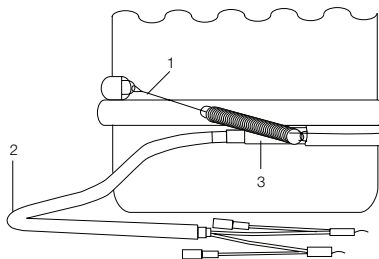

Рис. 1
2. Демонтируйте термоизоляцию корпуса компрессора. Смонтируйте нагреватель в соответствии с рис. 1. Петля (1) выполняется на проволоочной тяге в месте, обеспечивающем натяжение пружины, достаточное для плотного облегания компрессора нагревателем. Саморегулирующийся нагреватель должен плотно облегать компрессор.
3. Установите термоизоляцию. Кабель питания (2) нагревателя не должен соприкасаться с компрессором. Обеспечьте его прохождение поверх термоизоляции.